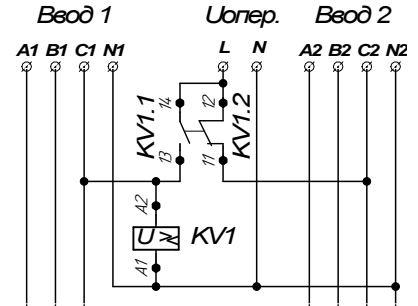

Рис.6 Схема получения оперативного питания с использованием реле напряжения
5.2.1. Схема получения оперативного питания с использованием реле напряжения приведена на рис.6.
Достоинства и недостатки аналогичны схеме, приведенной на рис.6.